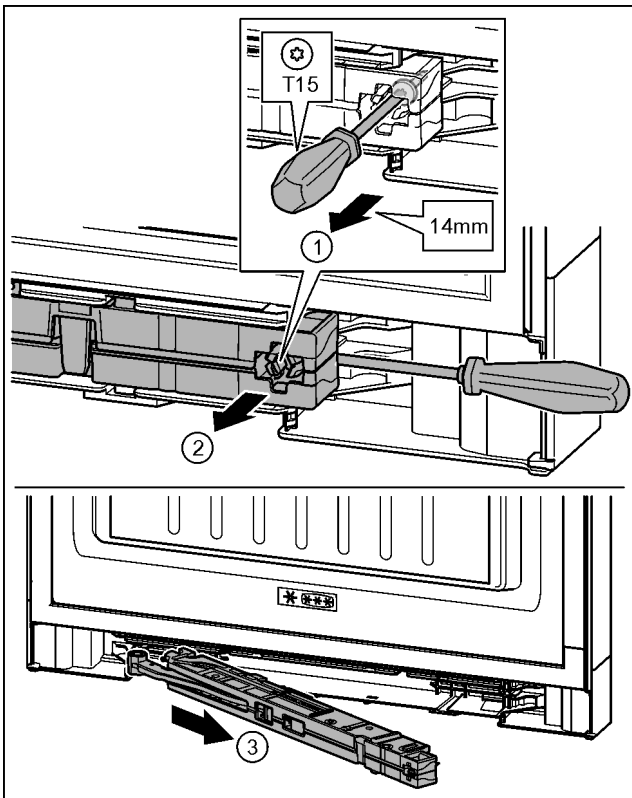

Fig. 21
- ▶ Skrutku na tlmíči uzatvárania uvoľnite skrutkovačom T15 o cca 14 mm. Fig. 21 (1)
- ▶ Skrutkovač zasuňte na strane držadla za jednotku tlmíča uzatvárania. Jednotku otočte dopredu. Fig. 21 (2)
- ▶ Jednotku vytiahnite. Fig. 21 (3)